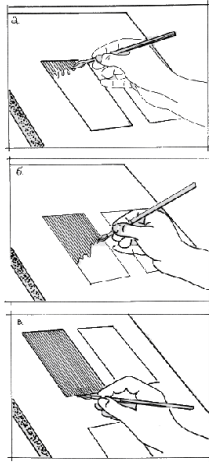

Рисунок 6 - Техника выполнения отмывки
- планшет должен иметь наклон; при наклоне раствор постепенно стекает вниз, что способствует равномерному окрашиванию поверхности бумаги (рис.6а, б, в);